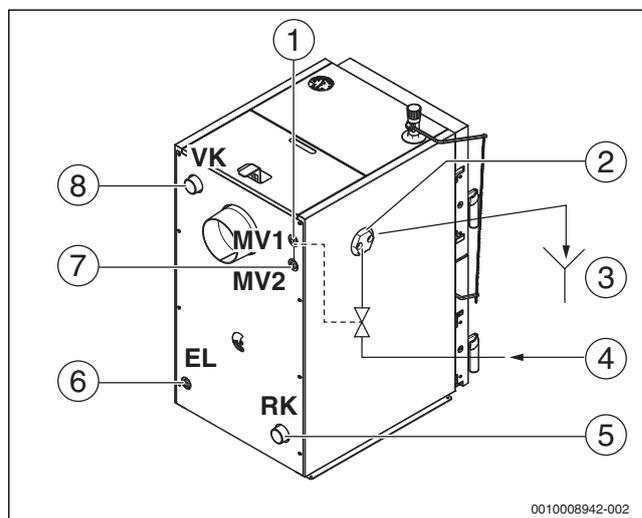

Рис. 17 Подключение предохранительного теплообменника
Котёл не оборудован предохранительным теплообменником (охлаждающим контуром). Предохранительный теплообменник является дополнительным оборудованием. Правильное подключение показано на рис. 17.
Подающая и обратная линии предохранительного теплообменника выбираются свободно. Охлаждающая вода должна отводиться через слив (→ рис. 17, [4 и 7]).
- ▶ Смонтируйте погружную гильзу (из комплекта термической защиты) для датчика термической защиты (→ рис. 17, [1]).